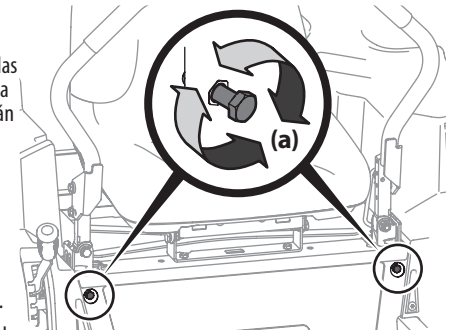

Figura 46
2. Ubique los pernos del ajuste de detención de las palancas de control de la transmisión (a) que están en el frente del marco de asiento. Consulte la Figura 46.